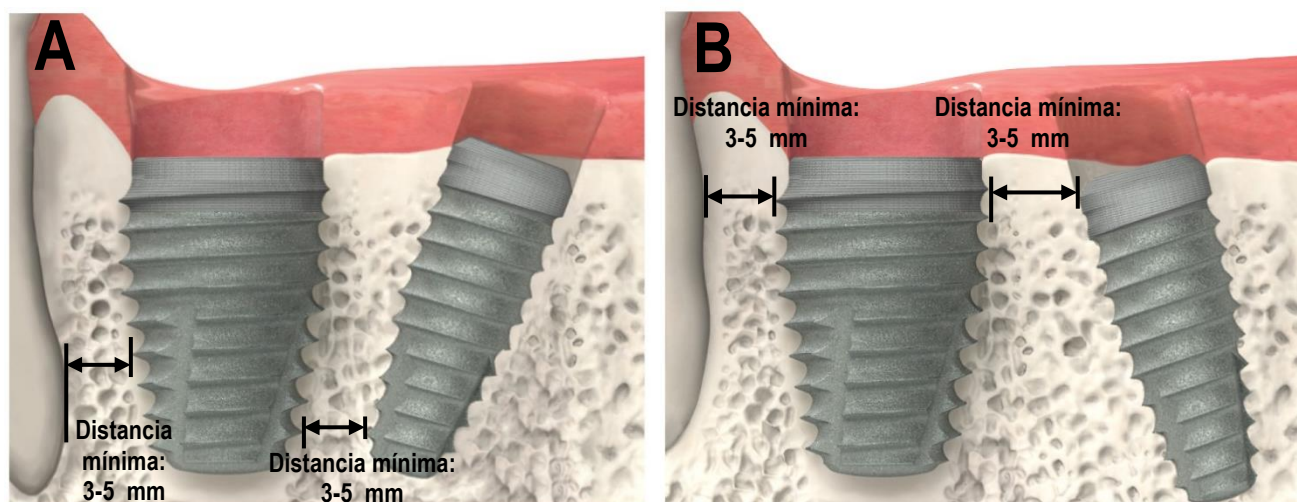

Figura 1. Advertencias y precauciones (3)
Los implantes dentales pueden dejar de funcionar por varias razones, incluida la sobrecarga debida a una oclusión inadecuada, la fatiga del metal y el apretado excesivo del implante durante la inserción. Un determinado porcentaje de implantes puede no lograr una osteointegración estable, como lo demuestra la movilidad, y debe extraerse. Las causas potenciales de la fractura del pilar incluyen, entre otras, la fundición más allá de un ángulo de 30 grados, la fundición del titanio por encima de 2010 °F (1099 °C), el soporte inadecuado del implante cuando se fija a dientes con compromiso periodontal, el ajuste no pasivo de la superestructura, la sobrecarga debida a una oclusión incorrecta, el asiento incompleto de los pilares cementados y el voladizo excesivo de los pónicos. Los implantes de pequeño diámetro con pilares en ángulo o rectos están indicados para la región anterior de la boca y no deben utilizarse en la región posterior debido al riesgo de fallo del implante. Los implantes IM cónicos (1) están limitados a la región molar; (2) restringidos solo a un implante por lugar de extracción molar; (3) se deben colocar a 3-5 mm de los implantes o dientes adyacentes desde el extremo apical del implante o a 3 mm hasta coronal a la cresta alveolar (**Figura 1**); (4) deberá encontrarse al menos a 1,5 mm de las superficies alveolar bucal o lingual para permitir una integración adecuada; y, (5) se utilizan cuando el cirujano ha determinado que la colocación de un implante con un diámetro más estrecho incrementaría la probabilidad de fallo debido a una estabilidad primaria deficiente o mayores procedimientos quirúrgicos que podrían generar complicaciones.